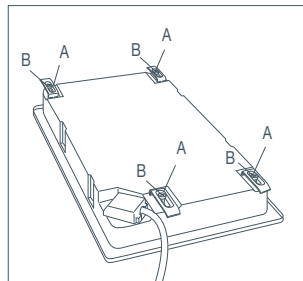

Fig. 3 Emplacement des supports d'installation - modèles CG122
- Retournez la table de cuisson, placez-la sur une surface lisse et serrez les supports « A » dans les orifices appropriés, sans serrer les vis « B » tout de suite (voir Fig. 3 ou 4).